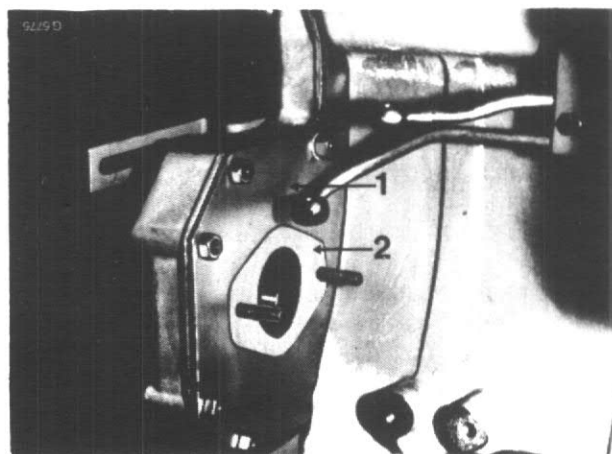

Figure 199
2. Enduisez les deux faces du joint (2) d'une pâte d'étanchéité, fig. 199.